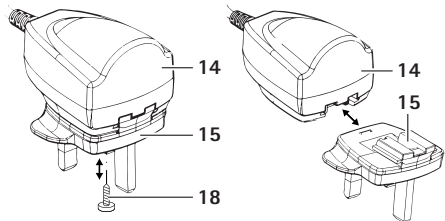

Fig. 3
- Løsne festeskruen 18 i adapteren 15, gukla Fig. 3.
- Skyv adapteren 15 på støpselet 14 inntil låseinnretningen 16 hektes på plass, gukla Fig. 3.